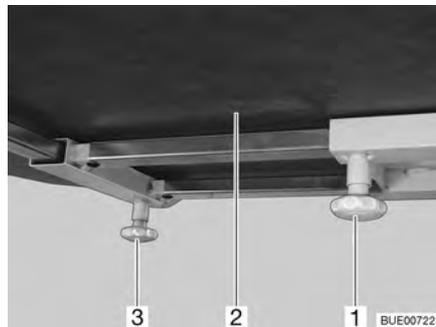

Fig. 82 Tavolo fisso
Spostamento in senso longitudinale: ■ Svitare la vite a testa cilindrica zigrinata (Fig. 82,1).
■ Spingere il piano del tavolo (Fig. 82,2) nella posizione desiderata.
Spostamento in senso trasversale: ■ Svitare la vite a testa cilindrica zigrinata (Fig. 82,3).